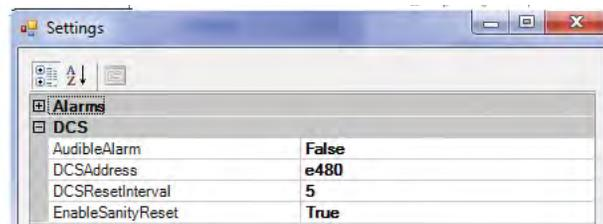
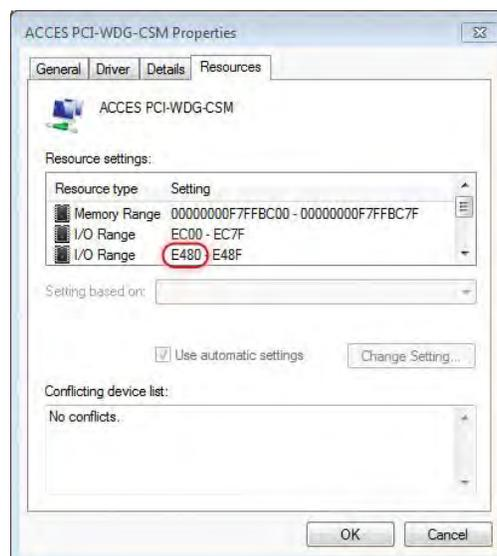

Figure 6.26 : Paramètres du SCS relatifs aux alarmes
Figure 6.26a : Adresse de la carte d'alarme
- Le paramètre « DCSAddress » (adresse du SCS) est déterminé par Conviron pour qu'il soit adapté à la valeur requise par la carte de surveillance d'alarme. Pour obtenir une adresse, faites un clic droit sur l'icône de l'ordinateur (MyComputer [Poste de travail] dans XP) et sélectionnez « Manage » (Gérer) dans le menu. Le programme de gestion de l'ordinateur s'affichera. Sélectionnez « Device Manager » (Gestionnaire de périphériques) dans la colonne de gauche, double cliquez sur « Data Acquisition » (Acquisition de données), puis double cliquez sur « ACCES PCI-WDG-CSM ». Sélectionnez l'onglet « Ressources » (Ressources) et prenez en note les quatre premiers caractères du deuxième paramètre « I/O Range » (fig. 6.26a) (ex. : E480). Cette adresse sera entrée dans les paramètres de CM après l'installation du logiciel. Elle est insérée dans le paramètre « DCSAddress » de CM (fig. 6.26).